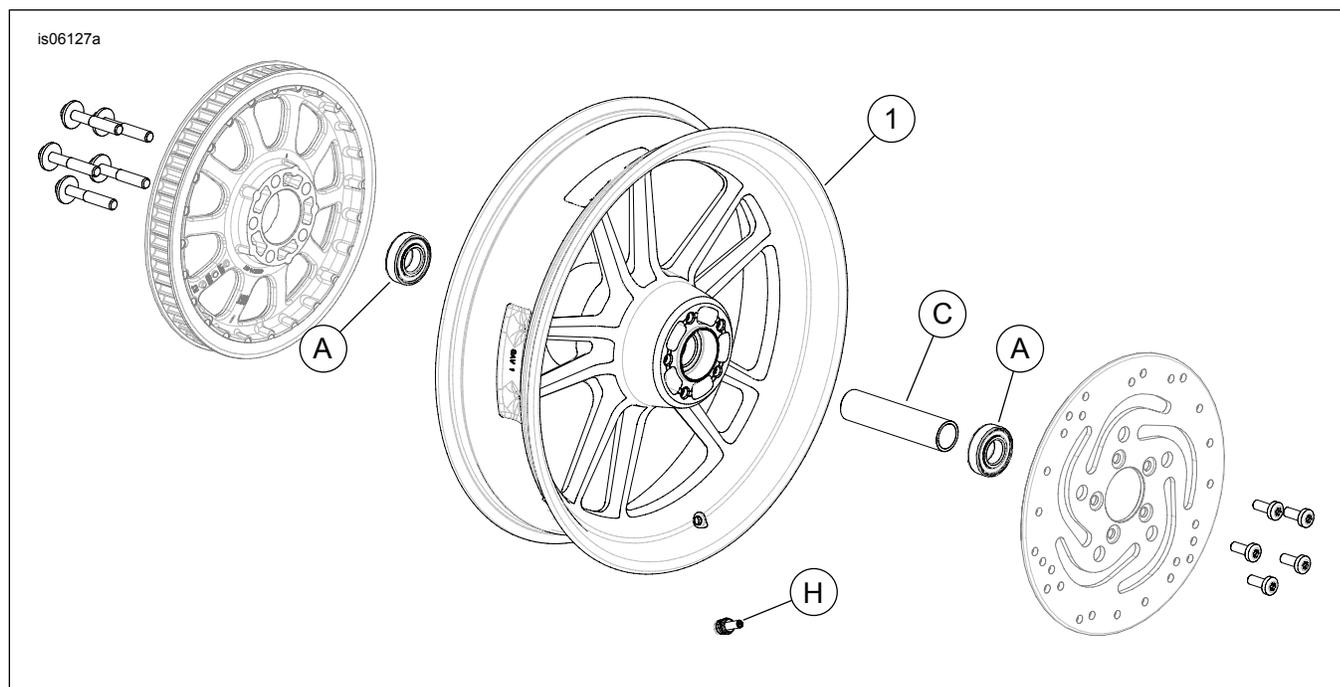

Figura 1. Parti di ricambio: Ruota posteriore Switchblade (in figura ruota da 17 pollici)
Vedere Figura 1 e Tabelle delle parti di ricambio.
2. Vedere Figura 1. Installare il gruppo dello stelo della valvola (H) sulla ruota. Vedere il manuale di manutenzione.